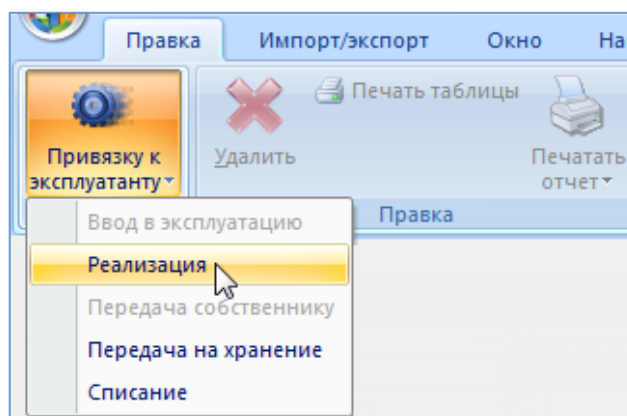

Рис. 13-98 – Кнопка «Привязка к эксплуатанту»
4) Перейти в окно связанных объектов «Эксплуатант», нажать кнопку «Привязку к эксплуатанту» панели «Создать» и выбрать пункт «Реализация» в открывшемся меню (2 и 3 на рис. 13-98):